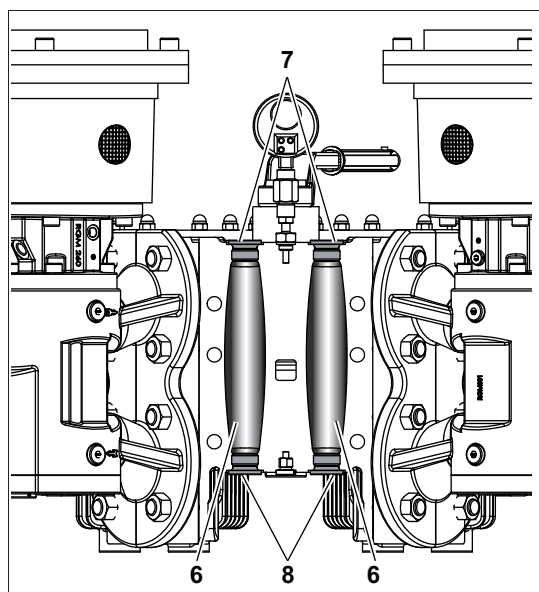

Рис. 3. Нагревательный канал
В малой насосной станции электроподогрев устанавливается в нагревательный канал внутри блока станции. Электроподогрев для большой насосной станции состоит из двух нагревательных патронов, которые встраиваются в два нагревательных канала блока станции, см. рис. 3 на стр. 12.
* Рисунок 3 показывает насосную станцию большую. Насосная станция малая имеет только один нагревательный канал с одним верхним и одним нижним запорным винтами.
2. Выкрутить нижний запорный винт **8** нагревательного канала на станционном блоке, см. рис. 3, стр. 12.
5. Выкрутить верхний запорный винт **7** нагревательного канала на станционном блоке, см. рис. 3, стр. 12